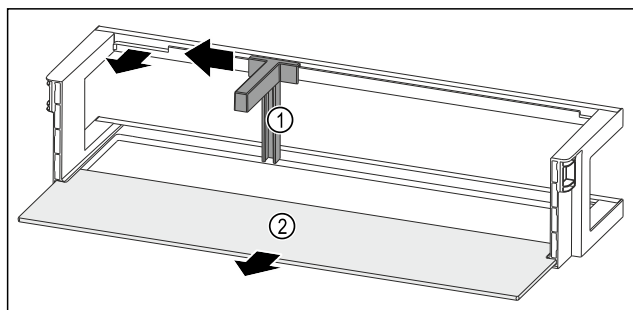

Fig. 231 Polica u vratima s držačem boca i policom za odlaganje
- Držać za boce Fig. 231 (1) pogurnite do otvora na stranu.
- Izvadite držać za boce Fig. 231 (1).
- Izvadite policu Fig. 231 (2).